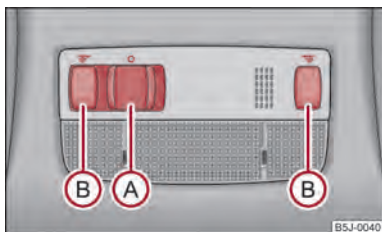

Fig. 26 Illuminazione abitacolo - Variante 1
- Premendo l'interruttore (A) in direzione del centro della luce, viene visualizzato il simbolo ☞ ⇒ fig. 26.
- Premere uno degli interruttori (B) ⇒ fig. 26 per accendere o spegnere la luce di lettura destra o sinistra.